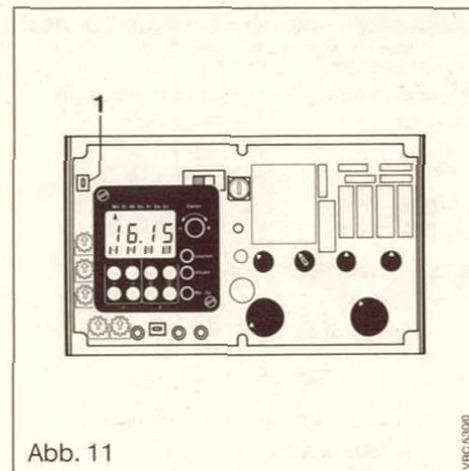

Abb. 11
- Für höhere Vorlauftemperaturen den Stecker (1) Abb. 11 von der Schaltplatte abziehen. Die Begrenzung der Vorlauftemperatur auf 75°C ist damit aufgehoben.